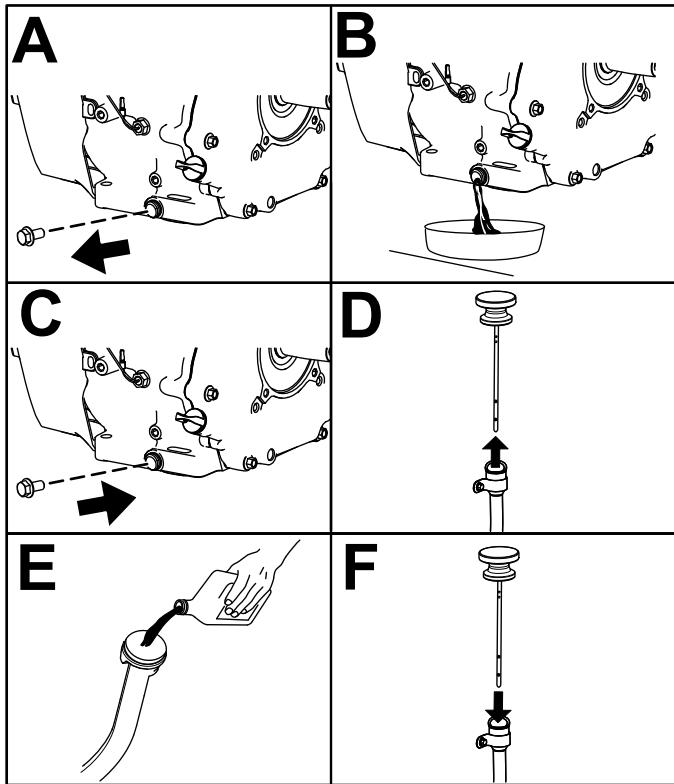

Рисунок 39
- Произведите замену масла в двигателе, как показано на Рисунок 39.